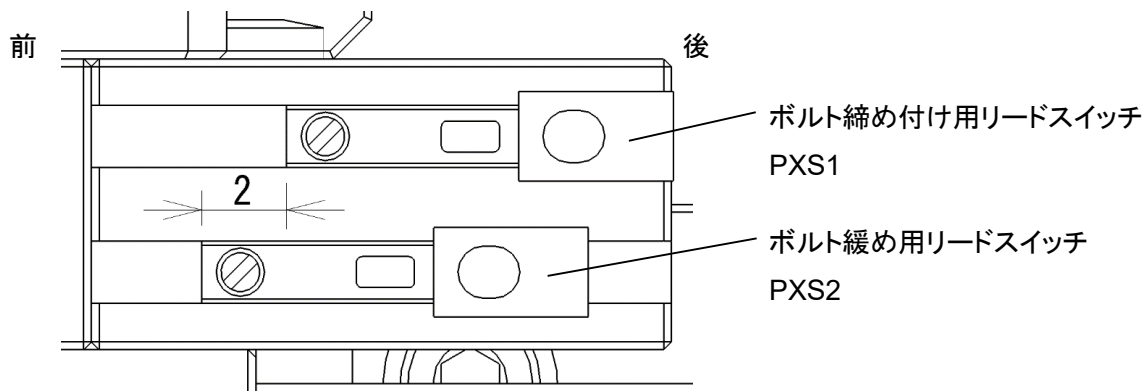

図 35 リードスイッチの取付位置
- ① チャックにジョーを取り付けて、ジョー交換位置に割り出してください。
- ② レンチがボルト穴に入らないようにレンチの位相をずらしてください。
- ③ BR-AJC エンドエフェクタを「ボルト締緩位置」(5.3.2. ボルト締緩位置のティーチング 参照)に移動させてください。
- ④ レンチがボルト穴に挿入されず、縮んだ状態でボルト緩め用リードスイッチ PXS2 が ON になるように位置調整してください。その際、可能な限り OFF に近い位置としてください。
- ⑤ リードスイッチ PXS1 を、PXS2 から 2mm 程度後ろの位置に取り付けてください。(図 35 リードスイッチの取付位置)
- ⑥ レンチをジョー取付ボルト穴に挿入してください。
- ⑦ ナットランナーを駆動して PXS2 が ON になる位置までボルトを緩めてください。
- ⑧ セレーションが離れてジョーが引き抜き可能になっているか確認してください。
- ⑨ 「5.2. BR-AJC エンドエフェクタ制御プログラム」で作成したボルト締め付け動作、ボルト緩め動作の動作確認を行ってください。また必要に応じてリードスイッチの位置を調整してください。